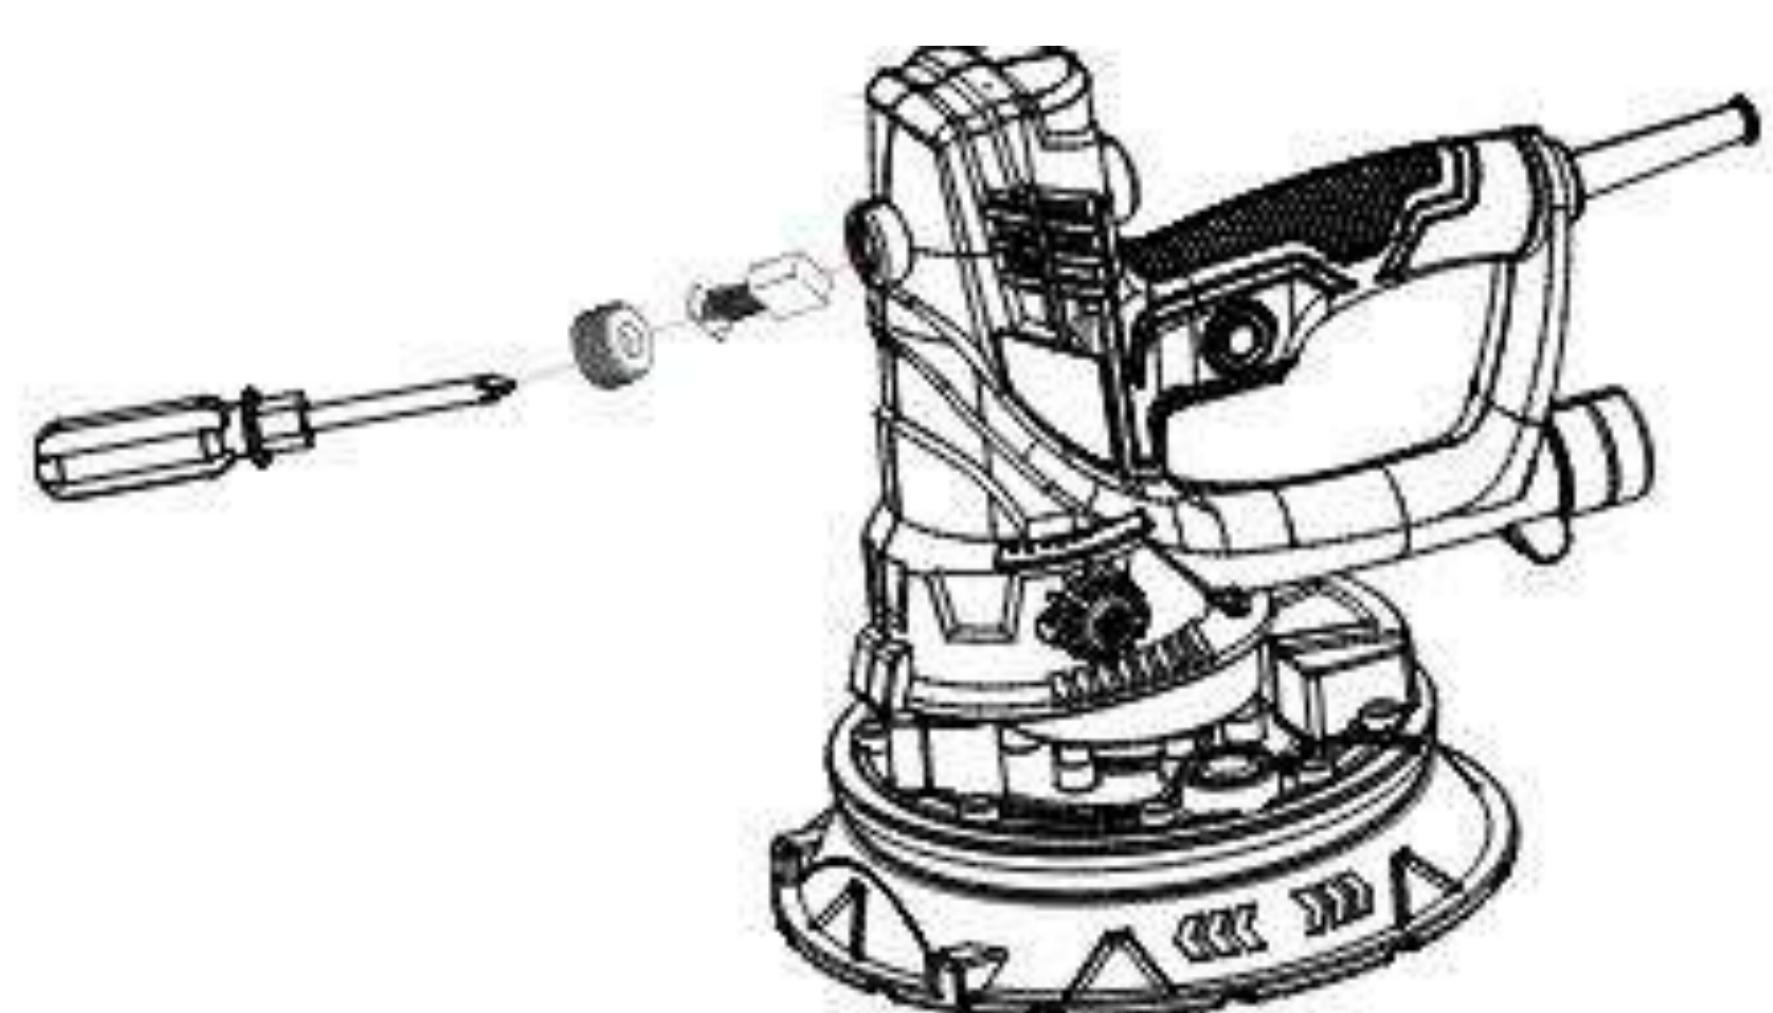

Рис. 7
• ЗАМЕНА УГОЛЬНЫХ ЩЕТОК (Рис.7)